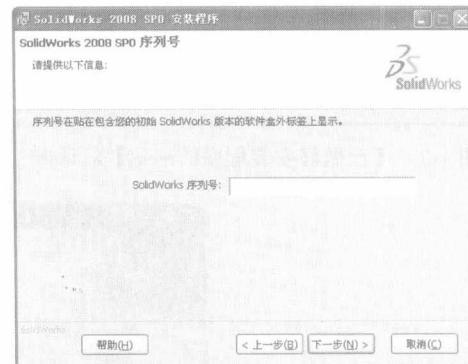

图 1-4 【SolidWorks 2008 SP0 序列号】对话框
(4) 设定好 SolidWorks 2008 与共同数据文件夹的安装路径, 然后单击【下一步(N)>】按钮, 进入【SolidWorks 2008 SP0 序列号】对话框; 如图 1-4 所示。